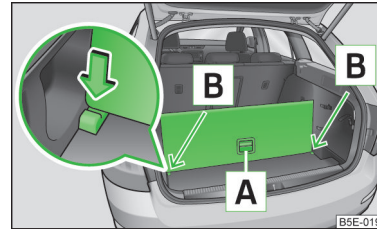

Abb. 101
- › Den hinteren Teil des variablen Ladebodens am Griff **A** » Abb. 101 anheben.